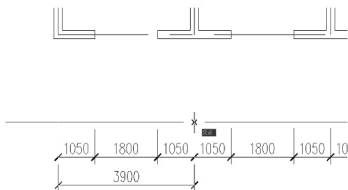

图 3.45 指定第二条尺寸界线原点
② 在指定第二条尺寸界线原点或[放弃(U)/选择(S)]<选择>：提示下，将光标向右拖动，捕捉如图 3.45 所示的位置，以指定第二条尺寸界线原点。